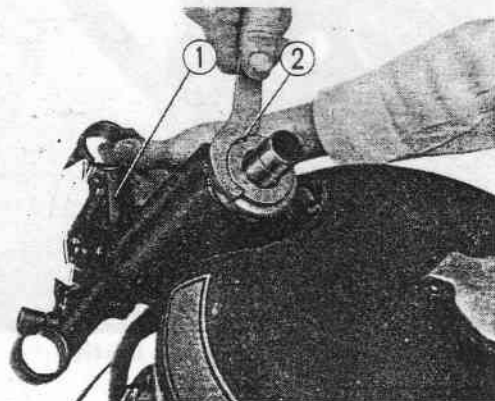

Fig. 11-7 ① Colonne de direction
2. En plaçant la colonne de direction dans le tube prendre soin de ne pas faire tomber les billes. Mettre en place le chemin conique de roulement supérieur puis visser la douille filetée supérieure jusqu'à ce qu'il n'y ait plus de jeu vertical entre le tube et la colonne de direction mais le guidon doit pouvoir se déplacer librement de gauche à droite et vice-versa. (Fig. 11-7)